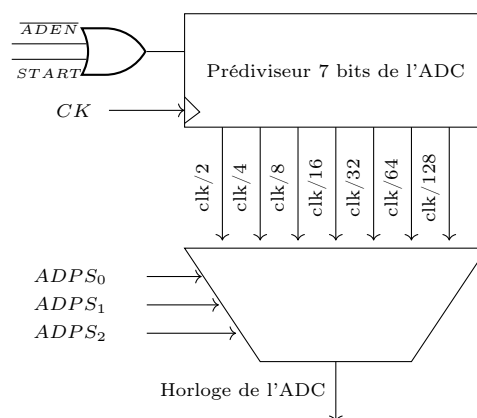

Figure 2.3: Pré-diviseur
- $ADPS_2, \dots, ADPS_0$: Bits de Sélection du facteur de pré-division de l'horloge interne du convertisseur en fonction du quartz (cf figure 2.3)